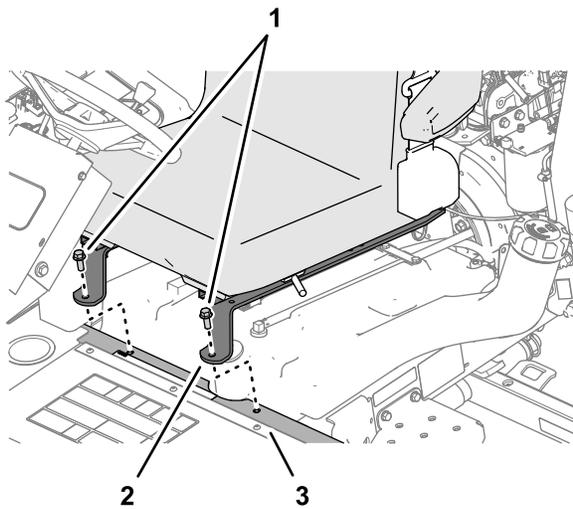

図 57
- 運転席を倒してシートストラップの前穴をサポートチャンネルに合わせる 図 57。
4. シートストラップをサポートチャンネルに取り付ける 図 57 運転席を外す (ページ 4) で外したフランジヘッドキャップスクリュー 2 本を使用する。